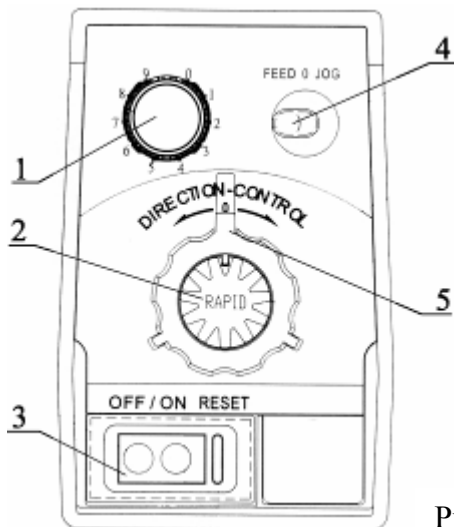

Рисунок 6.
**Электрический привод поперечной подачи (для FHV-50P приобретается отдельно) (рис. 6).**